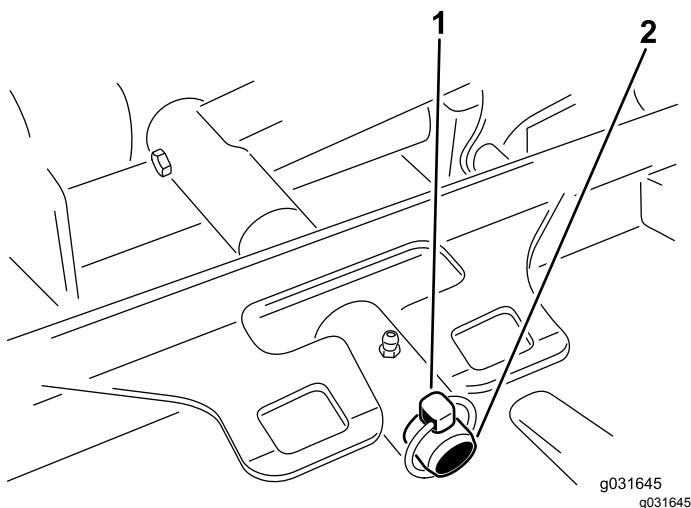

Рисунок 67
3. Снимите штифт с кольцом или крепежную гайку, с помощью которых несущая рама деки крепится к шарниру подъемного рычага (Рисунок 67).
помощи штифта с кольцом и крепежной гайки (Рисунок 67).